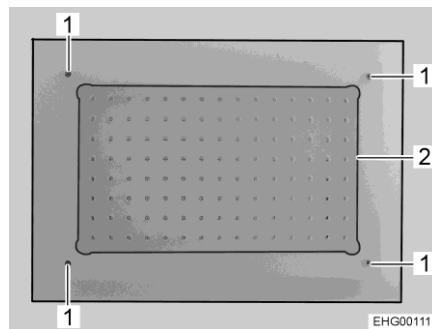

Fig. 316 Lampada a soffitto
- Svitare le 4 viti (Fig. 316,1).
- Rimuovere la lastra di vetro (Fig. 316,2) con i LED montati fissi.
- Posizionare la nuova lastra di vetro con i LED e avvitare le 4 viti (Fig. 316,1).